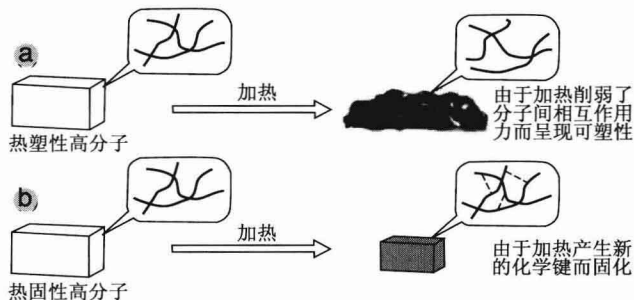
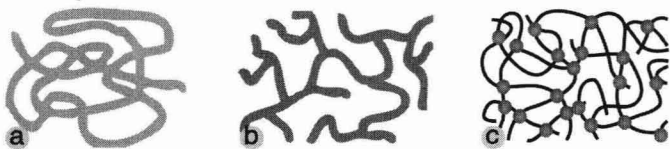
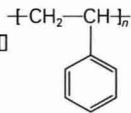

图1-4 热塑性高分子(a)与热固性高分子(b)的不同热性质示意图
图1-5 线型高分子(a)、支化高分子(b)和网状高分子(c)的结构示意图
图1-6 用队列来表示的交联聚合物的分子形状
- ① 碳链高分子，主链完全由碳原子组成，如聚乙烯、聚丙烯、聚四氟乙烯等。
- ② 杂链高分子，主链除碳原子外，还含氧、氮、硫等杂原子，如尼龙66、聚甲醛等。
③ 元素有机高分子(主链上没有碳原子)，如硅橡胶 $\text{-(Si(CH}_3\text{)}_2\text{-O)}_n\text{-}$ 。
(2) 按用途分
① 塑料 以聚合物为基础，加入(或不加)各种助剂和填料，经加工形成的塑性材料或刚性材料。
② 橡胶(弹性体) 具有可逆形变的高弹性材料。
③ 纤维 纤细而柔软的丝状物，长度至少为直径的100倍。
④ 涂料 涂布于物体表面能形成坚韧的薄膜、起装饰和保护作用的高分子材料。
⑤ 黏合剂(胶黏剂) 能通过黏合的方法将两种以上的物体连接在一起的高分子材料。
⑥ 功能高分子 具有特殊功能与用途，但用量不大的精细高分子材料。
(3) 按高分子受热后的形态变化(图1-4)分
① 热塑性高分子 在受热后会从固体状态逐步转变为流动状态的高分子。这种转变理论上可重复无穷多次，或者说，热塑性高分子是可以再生的。聚乙烯、聚丙烯、聚氯乙烯、聚苯乙烯、尼龙和涤纶树脂等均为热塑性高分子(热塑性树脂)。
热塑性高分子的分子形状是称线型的[图1-5(a)]，而热固性高分子的分子形状是交联(或称网状、或体型)的[图1-5(c)和图1-6]，另有一种高分子的形状为支化的[图1-5(b)]。线型分子链加热会软化或流动；交联的分子链就像被五花大绑似的，加热不会软化或流动(图1-4)。支化的性质介于线型高分子和网状高分子之间，支化程度较低时接近于前者，较高时接近于后者。注意：线型高分子不能称为“线性高分子”。